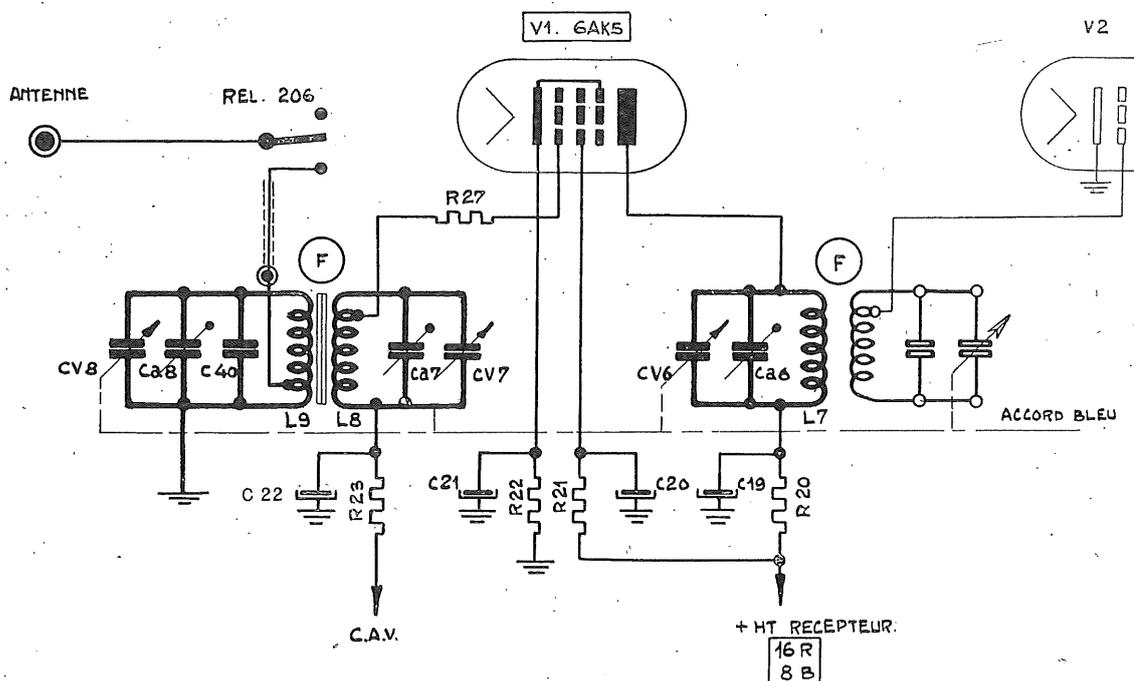

Fig. 4 - Amplificateur VHF (Récepteur)
a) Amplificateur d'entrée (fig. 4).